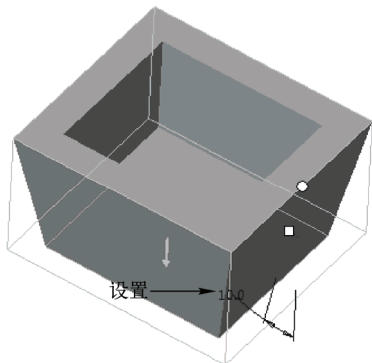

图 6-112 设置拔模角度为“10.0”
STEP 05 在“拖拉方向”列表框中选择“单击此处添加项”选项，选择模型的底面作为拔模方向，此时系统自动显示拔模角度，设置拔模角度为“10.0”，如图 6-112 所示。